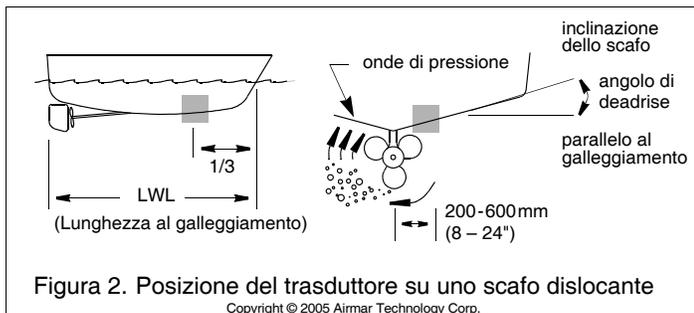

Figura 2. Posizione del trasduttore su uno scafo dislocante
- **Imbarcazione a motore con scafo dislocante**—Posizionatelo a 1/3 dell'imbarcazione lungo la linea di galleggiamento e a 150-300mm (6-12") dalla mezzeria (vedi Figura 2). Il lato di dritta, dove le pale dell'elica si muovono verso il basso, è preferito.
1. Utilizzando un goniometro, misurate l'angolo di deadrise dello scafo presso il tubo a imbuto (vedi Figura 2).